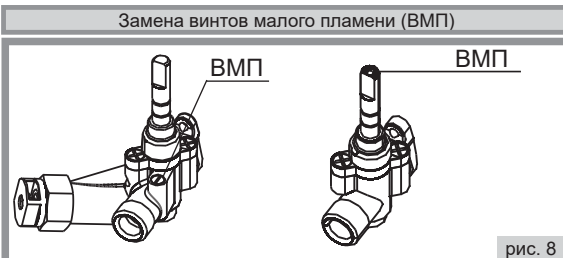

рис. 8
13.2. Настройка регулируемых ВМП (рис. 8):